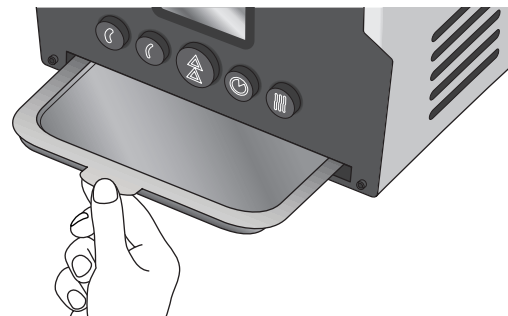

Abb. 3: Fettschale entnehmen
1. Ziehen Sie die Fettschale vollständig aus dem Gerät heraus (Abb. 3) und entsorgen Sie deren Inhalt im Hausmüll.